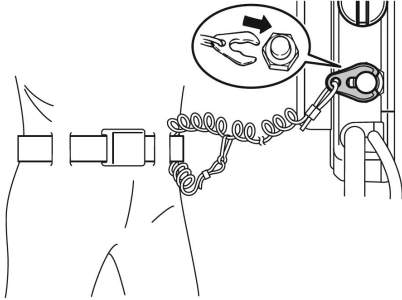

Рис. 27 Установка чеки безопасности
4. Подсоедините шнур чеки безопасности к специальному крепежу на одежде (спасательном жилете), либо к руке или ноге. Подсоедините чеку безопасности к аварийному выключателю (Рис. 27).